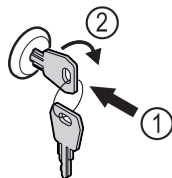

Fig. 104
- ▶ Trykk inn nøkkelen Fig. 104 (1).
- ▶ Vri nøkkelen 90° med klokka Fig. 104 (2).